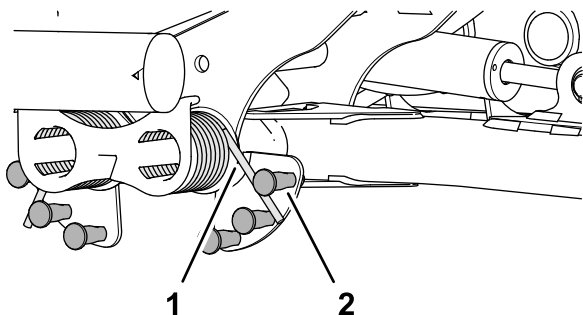

Рисунок 52
2. Вставьте длинный конец уравнивающей пружины в трубу или аналогичный предмет и поверните пружину вокруг шпильки с буртиком в нужное положение (Рисунок 52).